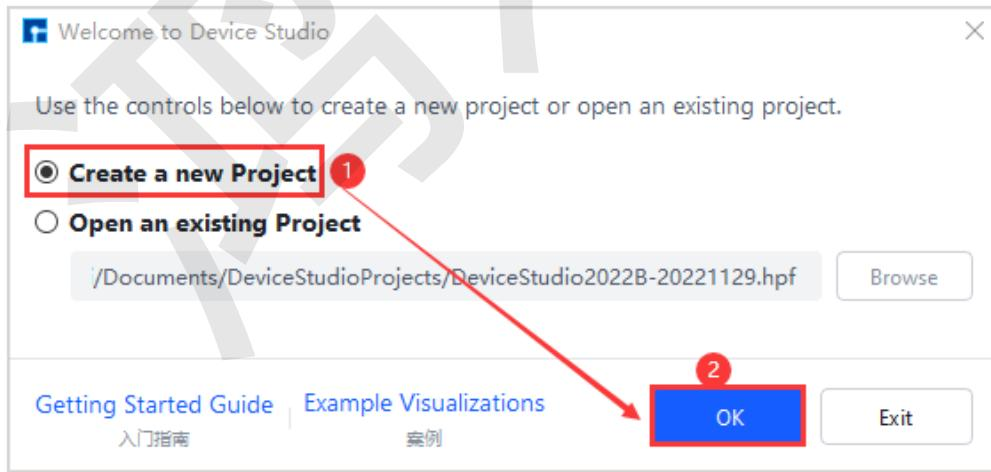
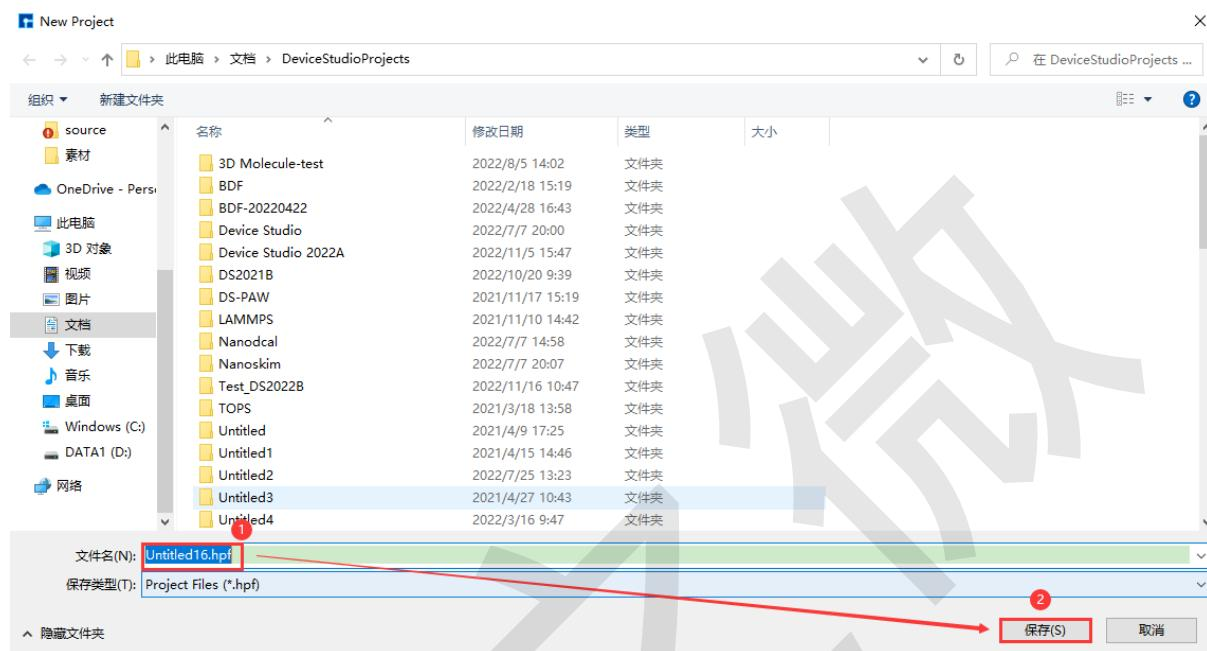
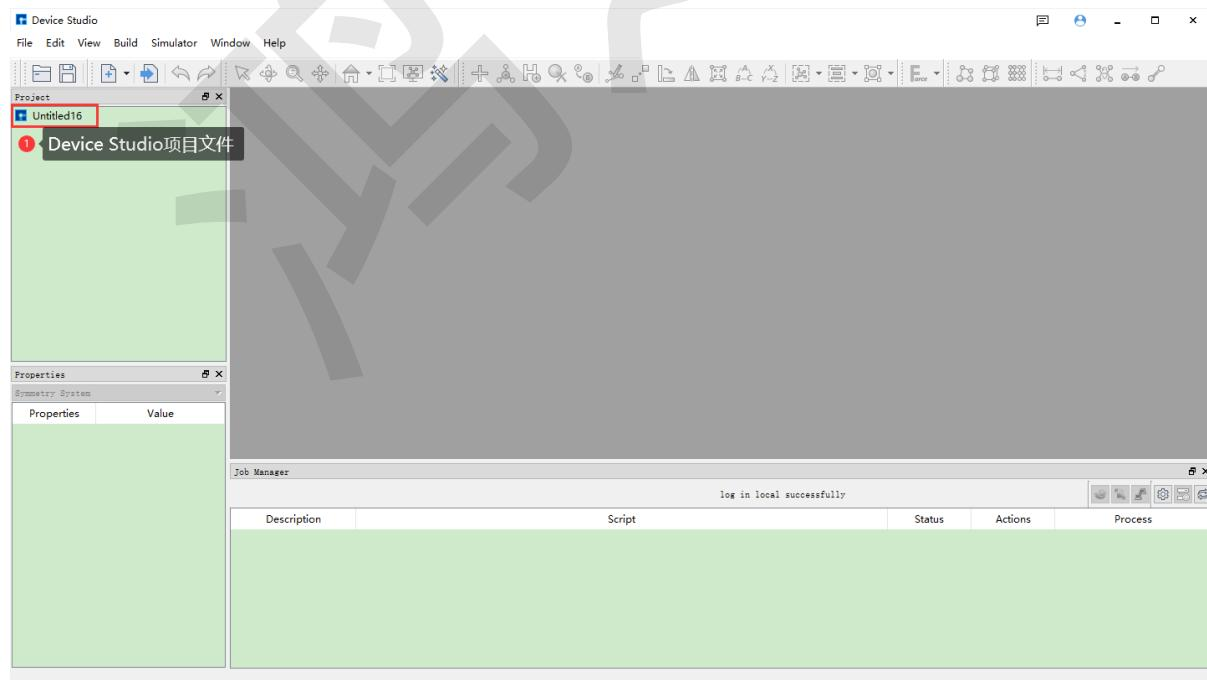
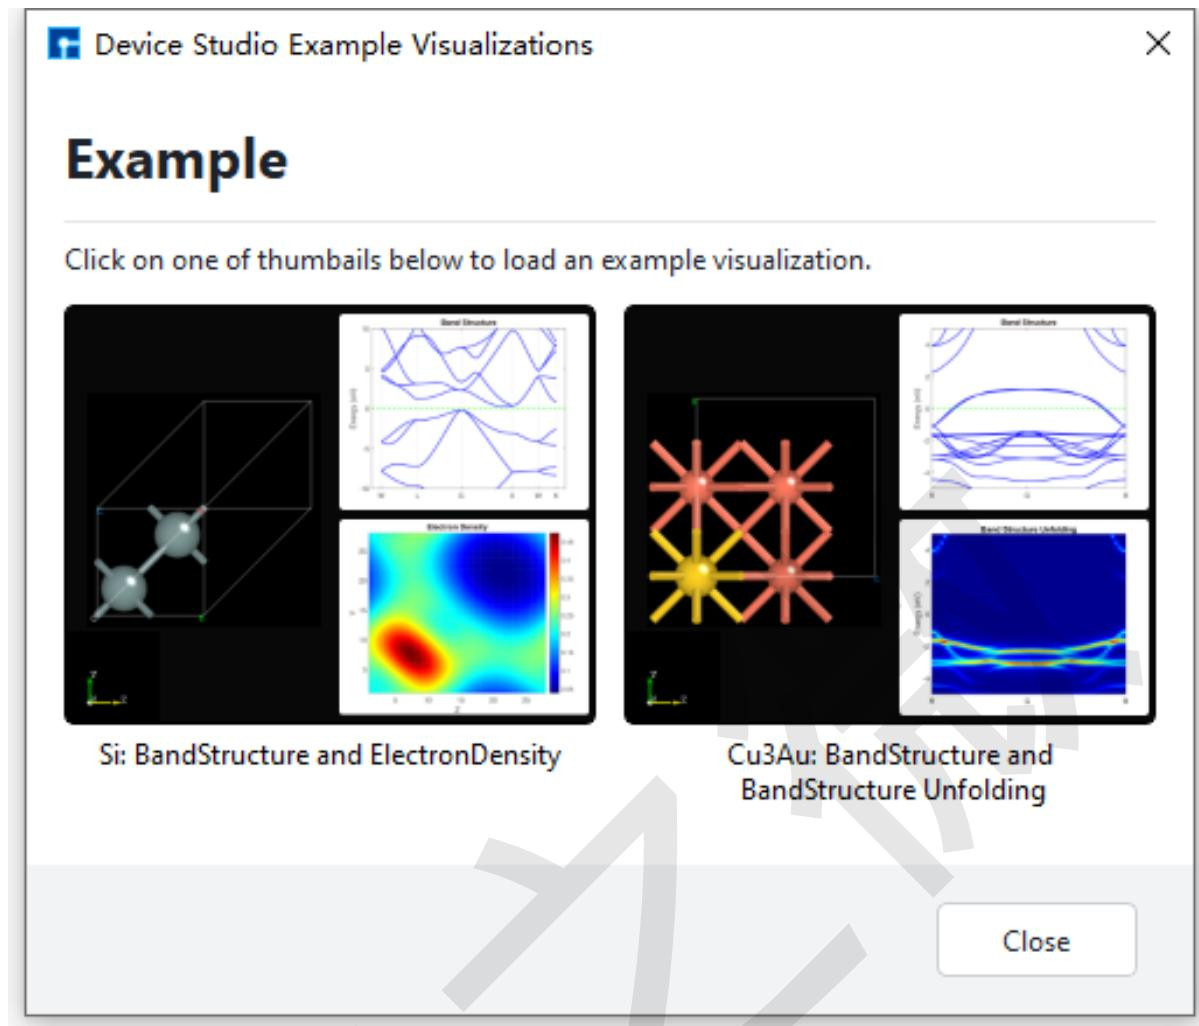

图 3.2: 创建项目
图 3.3: 给项目命名
图 3.4: 创建好项目的 Device Studio 界面
图 3.5: Device Studio Example Visualizations 界面
- 登录并启动 *Device Studio* → 图 3.2 创建项目，点击 图 3.2 中 *Getting Started Guide* 即可查看到 *Device Studio* 的快速入门指南。
- 登录并启动 *Device Studio* → 图 3.4 创建好项目的 *Device Studio* 界面，点击 界面中 *Help* → *Getting Started With Device Studio* 即可查看到 *Device Studio* 的快速入门指南。
登录并启动 Device Studio 后，则可创建 Device Studio 项目，创建项目操作如 图 3.2、图 3.3、图 3.4 所示。
- 点击图 3.2 中 *Getting Started Guide* 则链接到 Device Studio 使用教程的快速入门指南。
- 点击图 3.2 中 *Example Visualizations*, 则弹出 Device Studio Example Visualizations 界面如图 3.5 所示, 用户可根据需要选择案例了解情况。